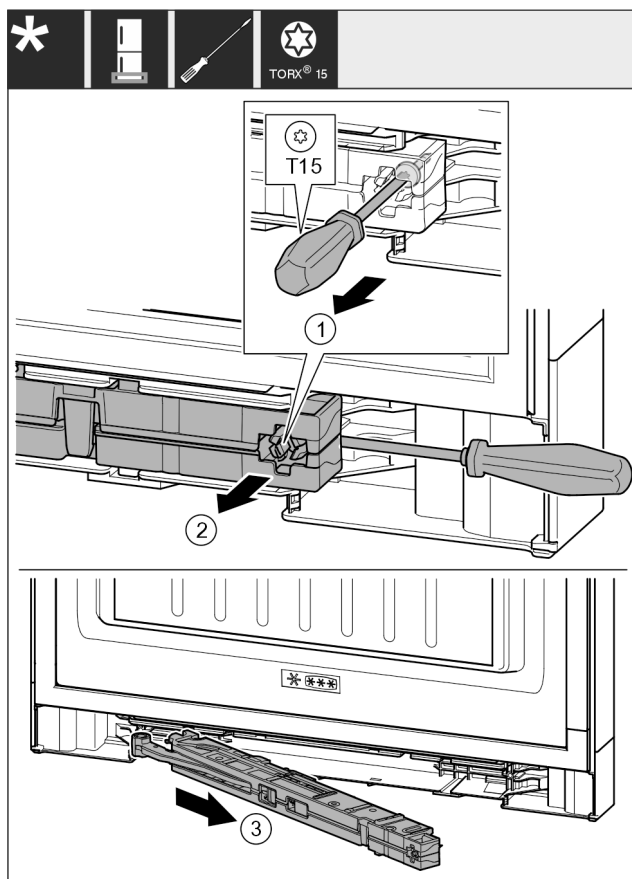

Fig. 17
- Šroub na jednotce tlumiče zavírání povolte šroubovákem T15 o cca 14 mm. Fig. 17 (1)
- Šroubovákem na straně madla zajedte za jednotku tlumiče zavírání. Otočte jednotku dopředu. Fig. 17 (2)
- Vytáhněte jednotku. Fig. 17 (3)